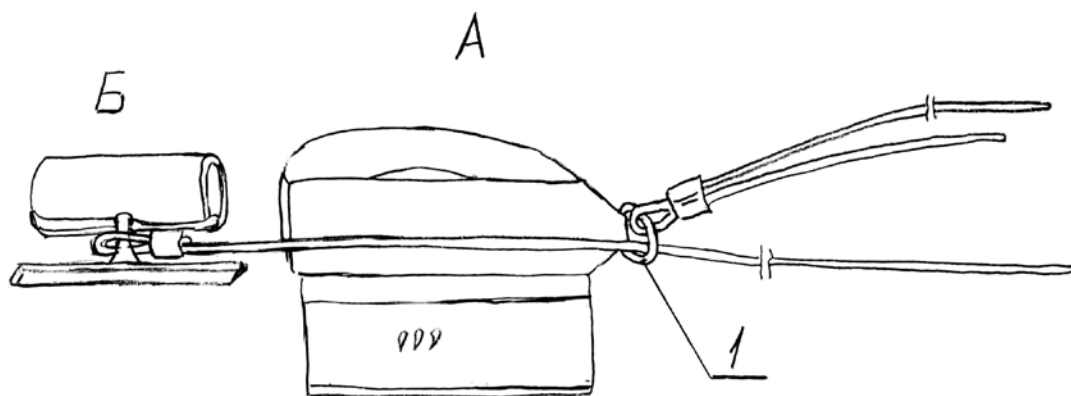

Рис. 11. Звено отсоединения (А) и звено аварийного раскрытия (резервный релиз) (Б).
2.5.13. З в е н о о т с о е д и н е н и я предназначено для отсоединения свободных концов подвесной системы ОП при отказе в работе парашютной системы и в случае необходимости. Звено (рис. 11) состоит из основы звена - полужесткого кольца, имеющего форму, удобную для захвата рукой, и двух тросов (длиной 400 и 1000мм), прикрепленных кольцом к основе. Кольцо также используется для пропуска троса звена аварийного раскрытия (резервного релиза). Такая конструкция обеспечивает необходимое отделение СП с отцепкой ОП перед введением в работу запасного парашюта.
2.5.14. З в е н о а в а р и й н о г о р а с к р ы т и я (резервный релиз) предназначено для аварийного раскрытия КЗУ СП и отсоединения стабилизирующего парашюта. Звено (рис. 11) идентично звену раскрытия, но длина троса, который замыкает петлю КЗУ стабилизирующего парашюта, - 1250мм. Использование резервного релиза позволяет отсоединить СП, не отсоединённый ранее звеном раскрытия (основным релизом).